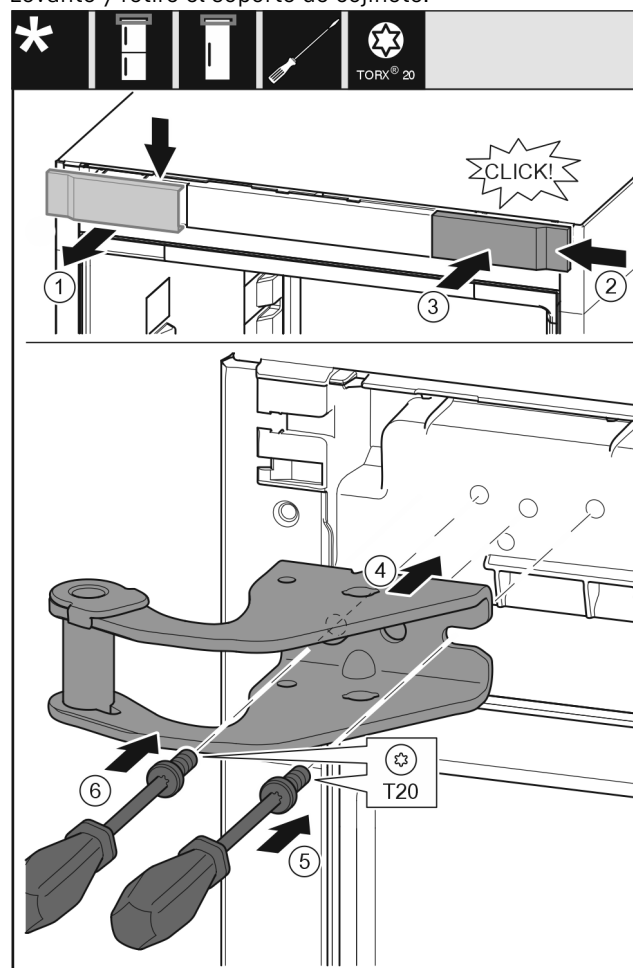

Fig. 11
- Retire la tapa desde la parte superior hacia el frente. Fig. 11 (1)
- Enganche por la derecha la cubierta girada 180° en el otro lado. Fig. 11 (2)
- Encaje la cubierta. Fig. 11 (3)
- Coloque el soporte de cojinete superior. Fig. 11 (4)
- Coloque y apriete el tornillo con el destornillador T20. Fig. 11 (5)
- Coloque y apriete el tornillo con el destornillador T20. Fig. 11 (6)